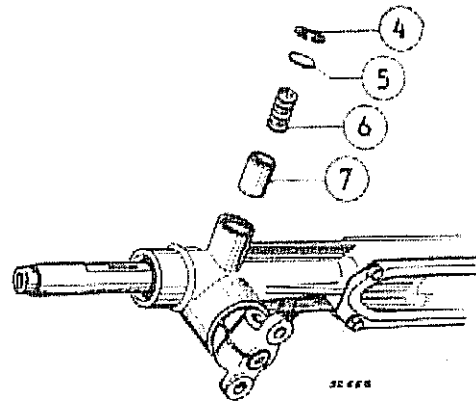

Fig. 311
- 8) Sin sacar la herramienta DIR. 19, colocar en la caja el tope de la cremallera (7), el resorte del tope (6) y la arandela de apoyo (5) (Fig. 311). Con el tornillo de la herramienta DIR. 19 apretar este conjunto contra la cremallera y colocar el arco retén (4), empleando una pinza de punta (Figs. 311 y 311-1). Luego retirar la herramienta DIR. 19.